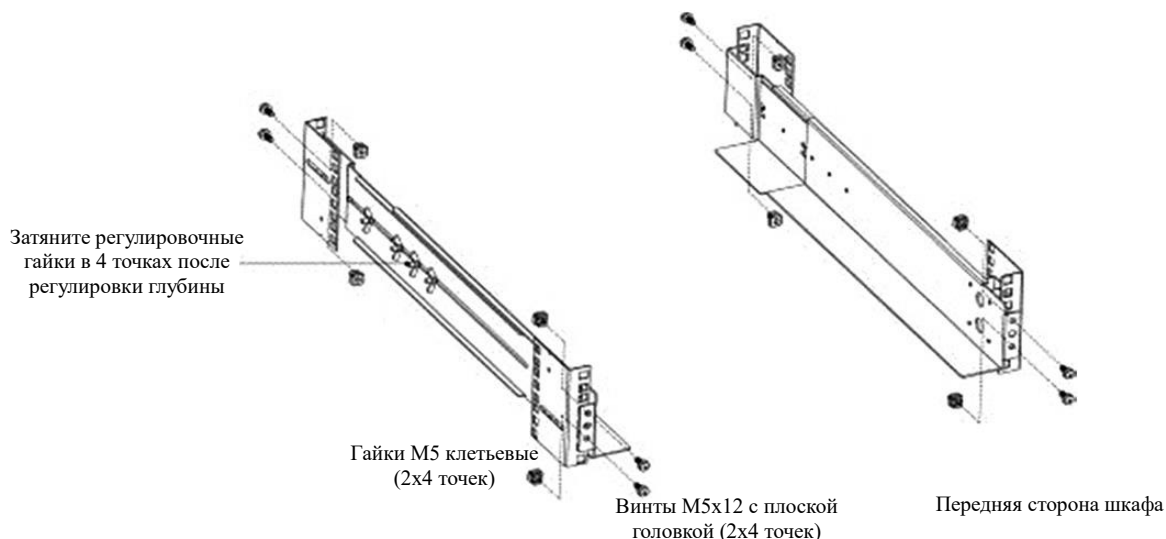

Рисунок 2 Крепление рельс
- б) Выберите место установки ИБП в шкафу и установите направляющие, зафиксировав их спереди и сзади (см. рисунок 2). Монтажный комплект занимает четыре точки крепления, по две спереди и сзади шкафа.